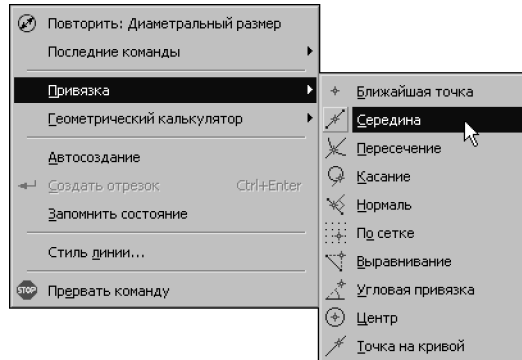

Рис. 15.4. Команды включения локальных привязок в контекстном меню
1. С помощью контекстного меню (рис. 15.4).